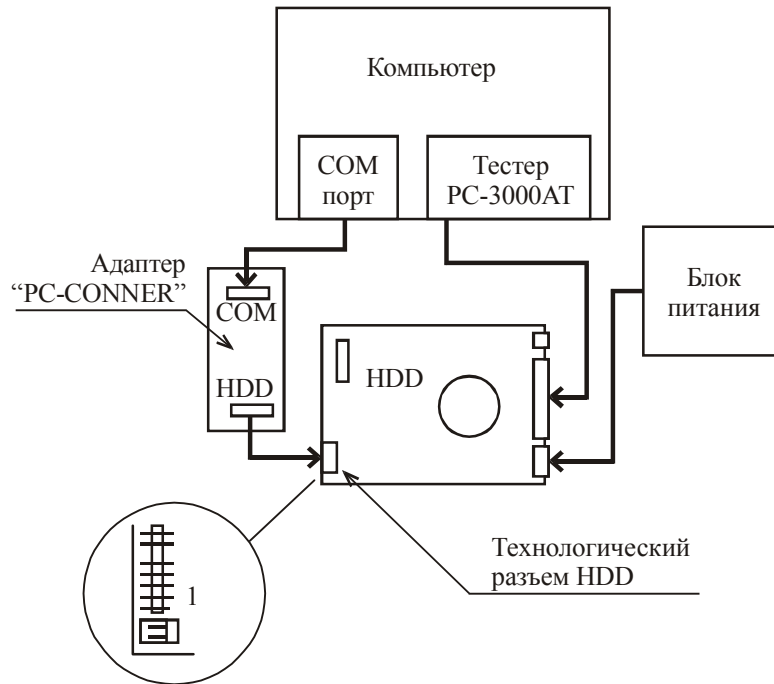

Рис. 2.1. Подключение HDD.
1. Подсоединить кабель "HDD" от платы адаптера "PC-CONNER" к технологическому разъему накопителя (см. рис. 2.1).